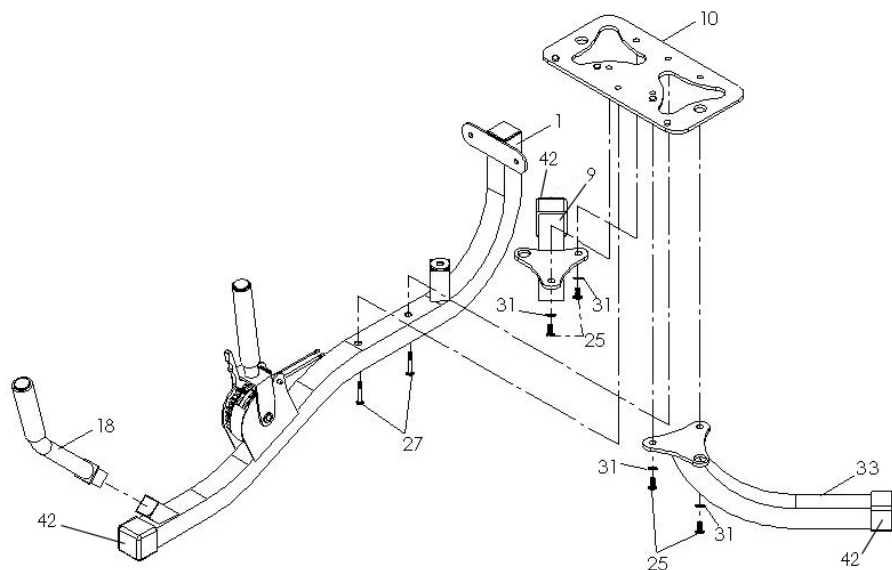

Figure 1; Schema 1; Figura 1; Abbildung 1
1. Befestigen Sie die Verbindungsplatte (10) mit 2 Inbusschrauben (27) am Hauptrahmen an. Ziehen Sie die Schrauben fest. Siehe Abb. 1.
2. Befestigen Sie die zwei Bodenschienen (9 und 33) mit 4 flachen Unterlegscheiben (31) und 4 Inbusschrauben (25) an der Unterseite der Verbindungsplatte (10) an den 4 Löchern zum Hauptrahmen (1) hin. Ziehen Sie die Schrauben mit der Hand an. Siehe Abb. 1.
HINWEIS: Falls nicht bereits montiert, stecken Sie einen quadratischen Gummifuß auf jede der hinteren Bodenschienen (9 und 33) und den Hauptrahmen (1). Siehe Abb. 1.
14. Stecken Sie den Handgriff (18) in den Hauptrahmen (1). Siehe Abb. 1.